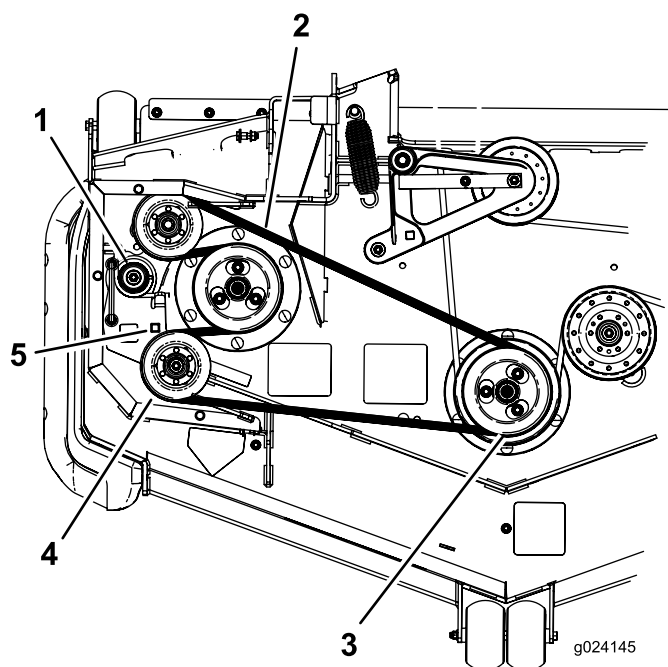

Figure 69
7. Insérez un rochet dans le trou carré du bras de la poulie de tension pour détendre le ressort de la poulie (Figure 69).